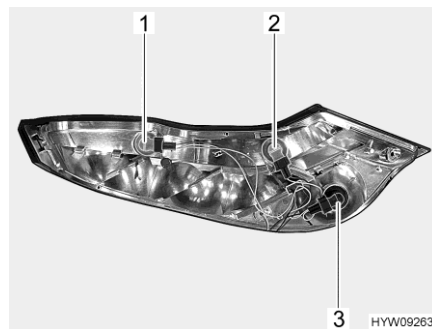

Bild 235 Bakljusenhet (demonterad)
- Vrid den defekta glödlampan (Bild 235) moturs för att låsa upp bajonettsockeln.
|     | Nummer i Bild 235 | Ytterbelysning       | Glödlamp typ                                       |